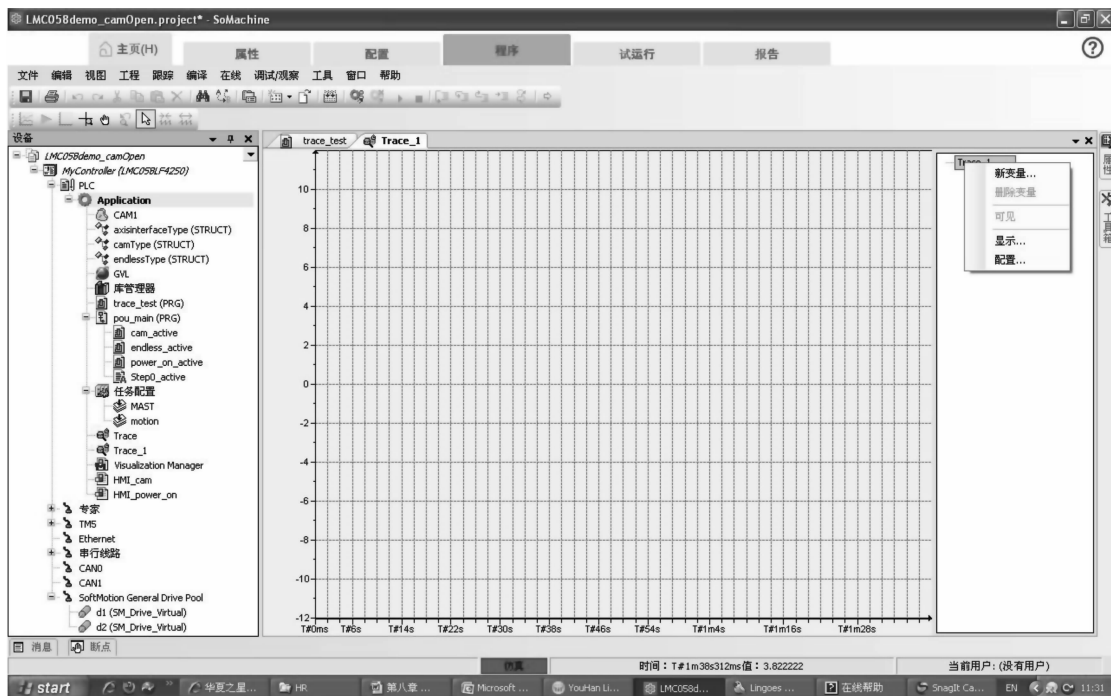

图 8-40 打开一个跟踪的配置
3) 配置跟踪设置。在跟踪名处，点击鼠标右键打开菜单，如图 8-40 所示。